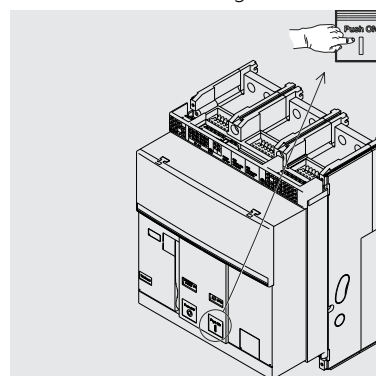

Abbildung 45
4. Einschalten - Die Einschalttaste "I - Push ON" drücken wie in Abbildung 45.